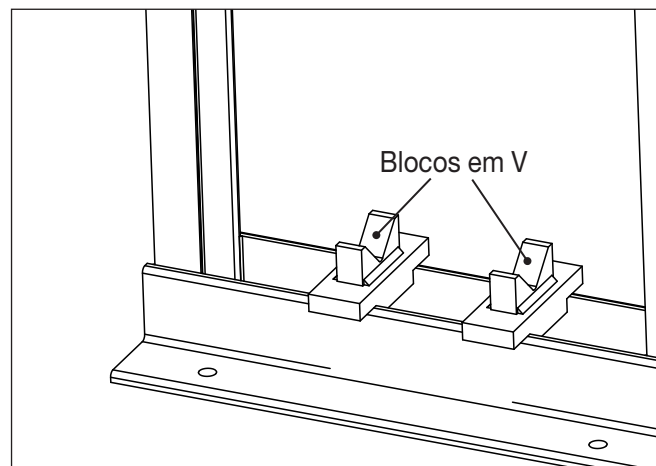

Figura 10: Blocos em V da Enerpac (acessório opcional)
Os Blocos em V da Enerpac (modelo VB-10) estão disponíveis como um acessório opcional. Eles podem ser usados para facilitar o posicionamento de tubos e barras. Veja Figura 10.
■ Acessório opcional (veja Figura 10). Dois blocos em V estão incluídos em cada kit. Peça conforme necessário.